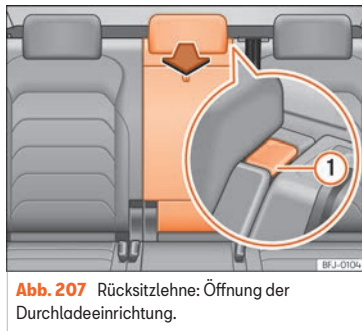

Abb. 207 Rückbanklehne: Öffnung der Durchladeeinrichtung.
- Entriegelungstaste >>> **[Abb. 207]** ① drücken und Deckel der Durchladevorrichtung nach vorn klappen >>> **⚠️**.